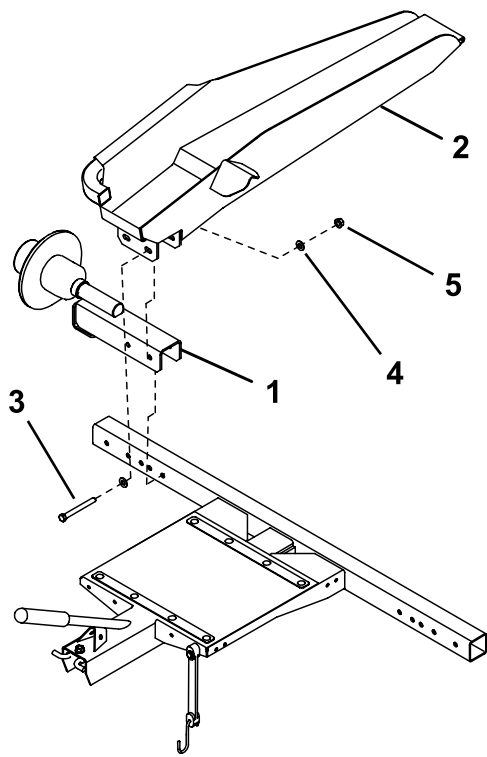
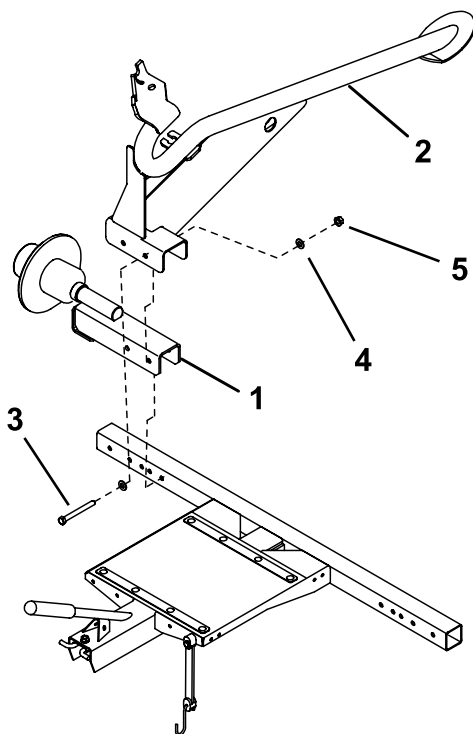

図 3
図 4
2. フレームの各端部に、アクスルアセンブリとランプアセンブリ 図 3 またはレールアセンブリ 図 4 を取り付けるボルト  $\frac{3}{8}$  x 3" 2本、ワッシャ 4 枚、ナット 2 個を使用する。